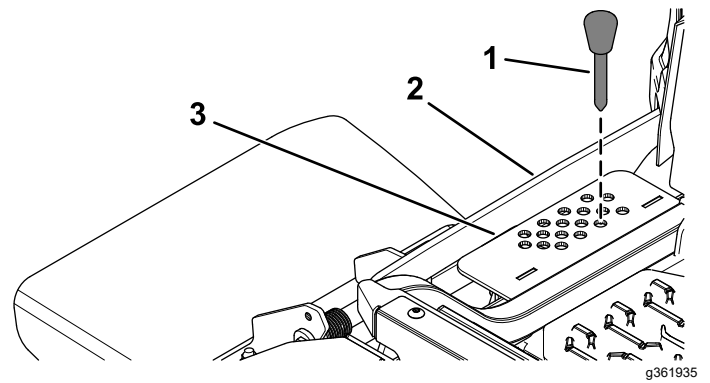

Figura 29
2. Seleccione el taladro del soporte de altura de corte que corresponde a la altura de corte deseada, e inserte el pasador (Figura 29).
3. Presione el interruptor de elevación de la carcasa hasta que el acoplamiento de la altura de corte entre en contacto ligeramente con el pasador de selección de la altura de corte (Figura 29).